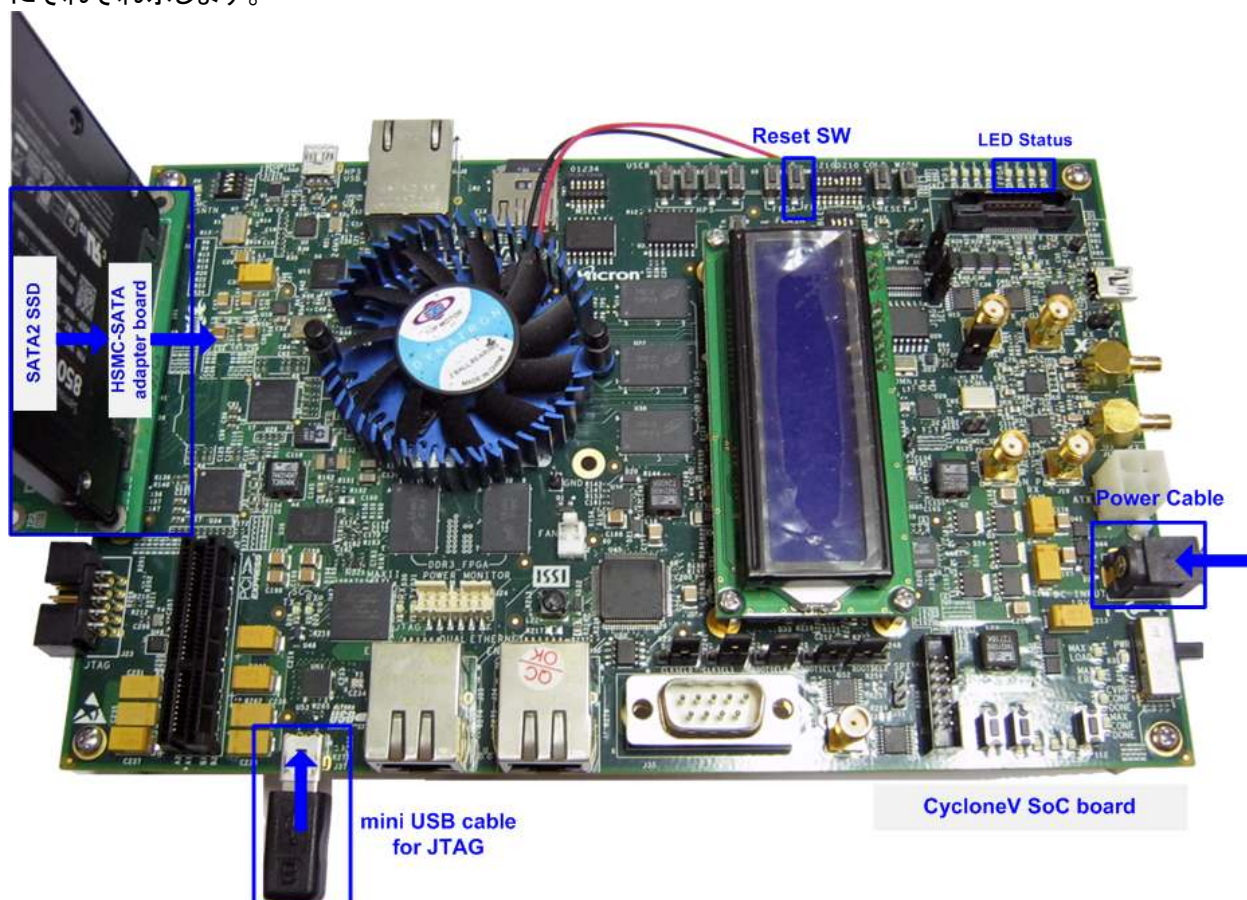
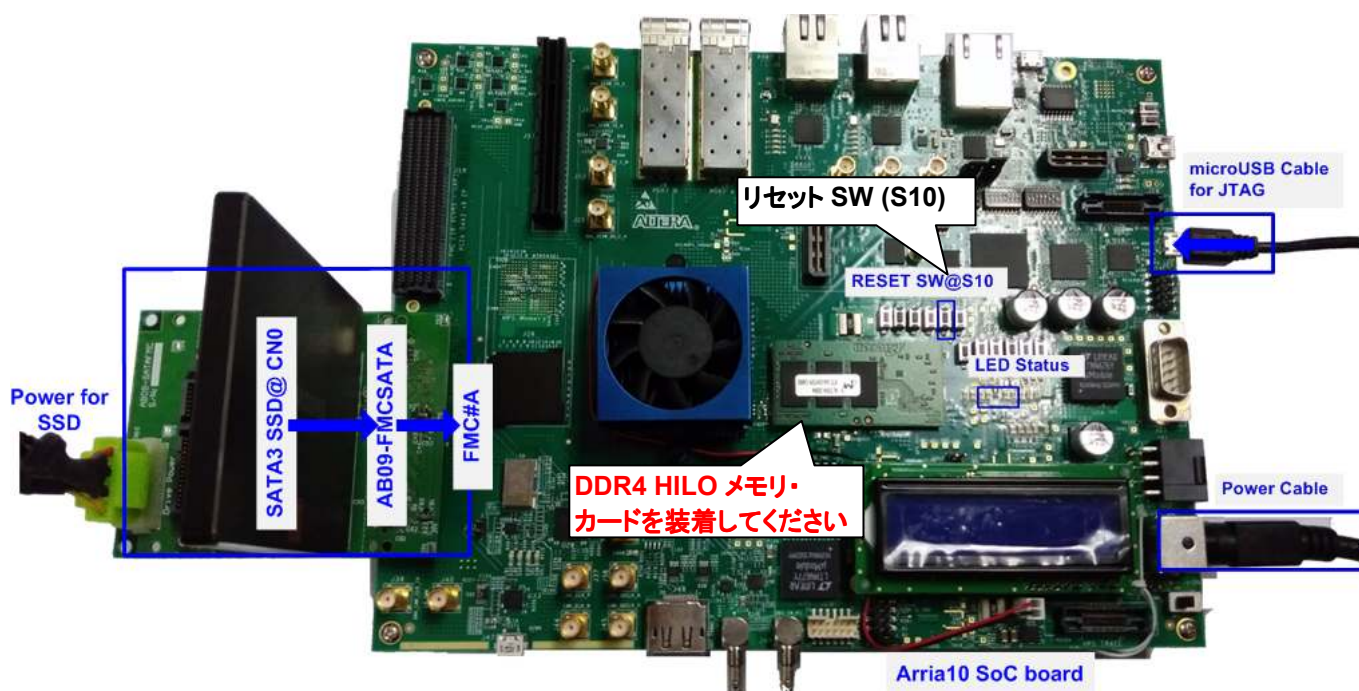
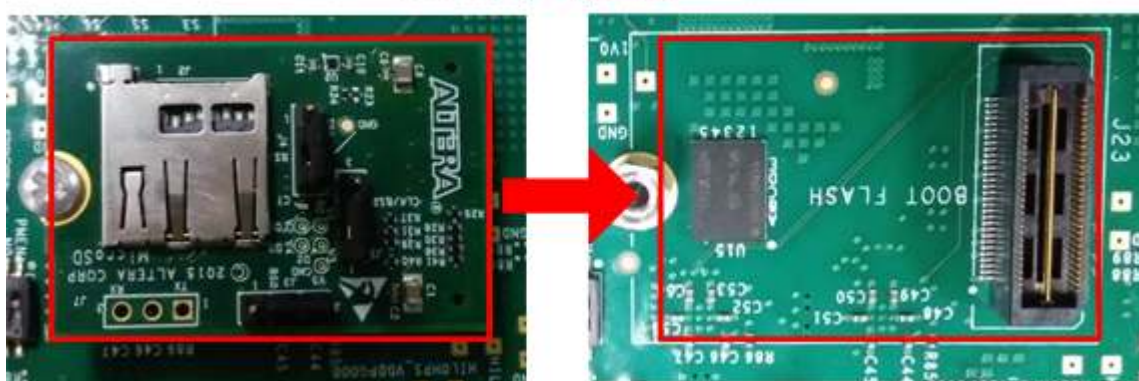

図 1-1: CycloneV SX SoC 開発キット(DK-DEV-5CSXC6N)のホスト・デモ環境
図 1-5 Arria10 SoC 開発キット(DK-SOC-10AS066S-A)のホスト・デモ環境
図 1-9 Arria10 SoC 開発キットの場合、ブート・カードを予め外しておく
SATA-IP ホスト・デモを実施するためには、検証用 Altera 評価キットのほかに SATA デバイスと接続するための、DesignGateway 社製の SATA アダプタ基板が必要となります。各評価キットにおける接続状態を図 1-1～図 1-5 にそれぞれ示します。
c) Arria10 SoC 開発キットの場合、図 1-9 のようにボードからブート・カードを外しておきます。また、DDR4 HILO メモリ・カードを図 1-5 に示す位置に装着してください。